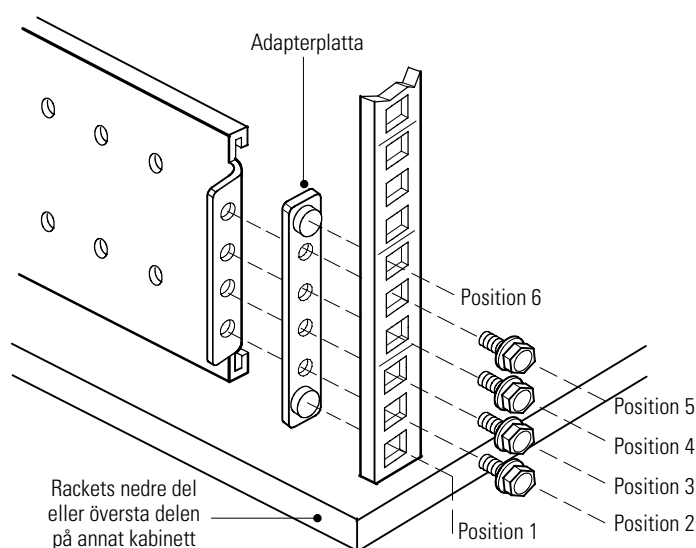

Bild 1. Infästning av bakre skenan (höger skena visas)
2. Fäst skenan vid rackets baksida med fyra M5 maskinskruvar och en adapterplatta (se Bild 1).